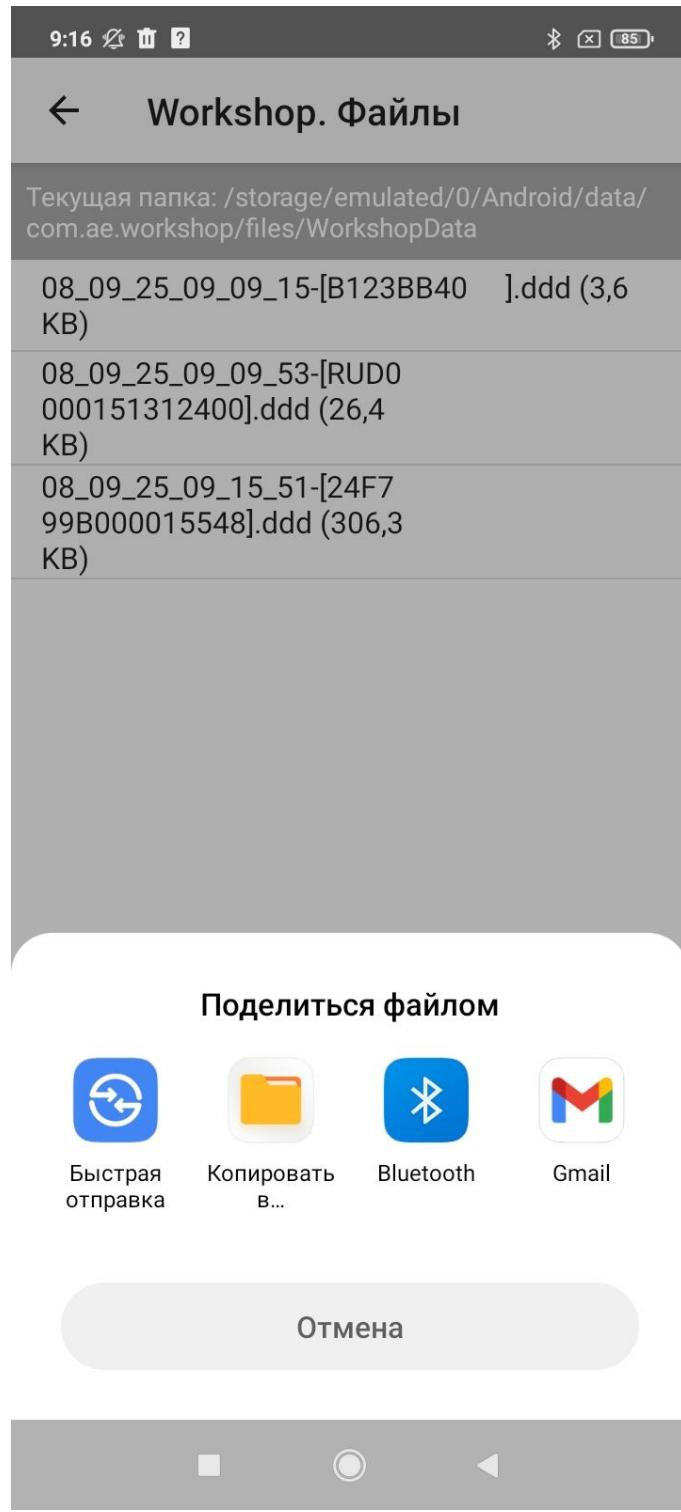

Рисунок 23. Стандартное меню телефона для передачи .ddd файла
21. При нажатии на кнопку «Поделиться» будет открыто стандартное меню «Поделиться файлом» телефона, рисунок 23.